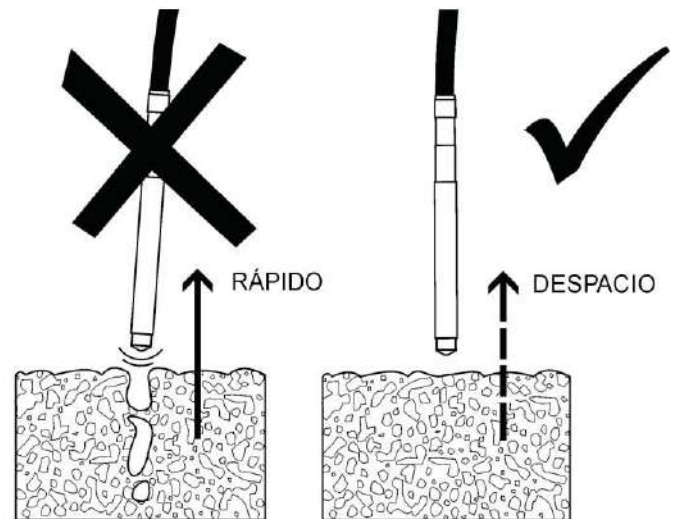

FIGURA 25
- Es muy importante que al sacar el vibrador de concreto fuera de la mezcla, este movimiento sea lo más lentamente posible para permitir que el espacio ocupado por el mismo sea ocupado ahora por concreto. Figura 25.